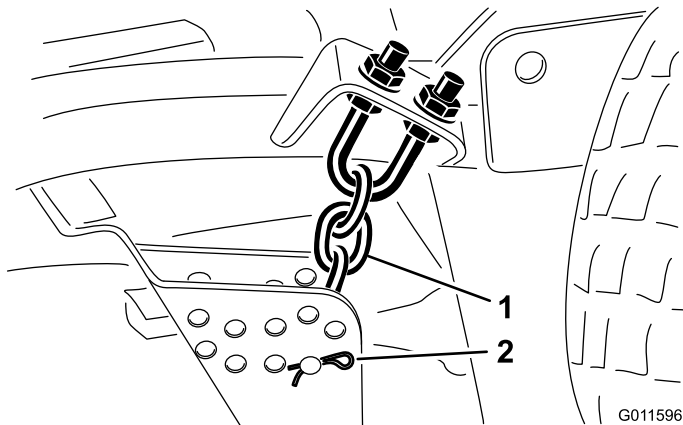

Рисунок 19
- Снимите шплинт и палец с буртиком, которые крепят цепи высоты скашивания к задней части режущего блока (Рисунок 19).